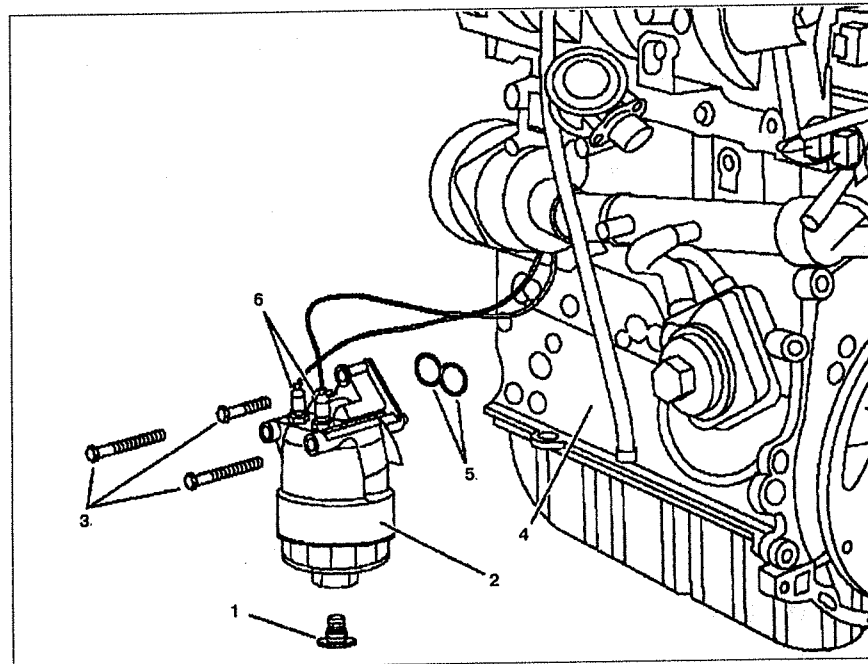

Рис. 3.29. Корпус масляного фильтра:
2. Выкрутите сливную пробку 1 из корпуса масляного фильтра 2 и слейте масло (см.рис.3.29). Замените уплотнительное кольцо.